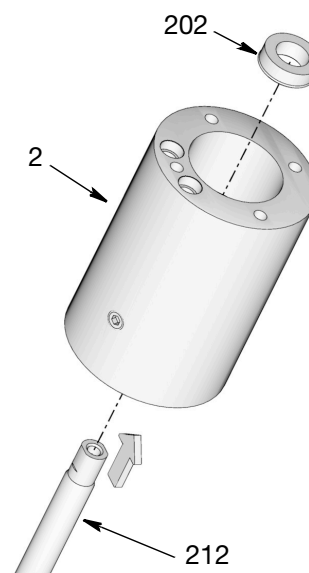

Рис. 35
27. Используйте выталкивающий шток (212) для выталкивания уплотнение П-образного сечения (202) из переходника насоса (2) в направлении, показанном на Рис. 35. Утилизируйте уплотнение П-образного сечения (202). Новое уплотнение входит в ремонтный комплект.